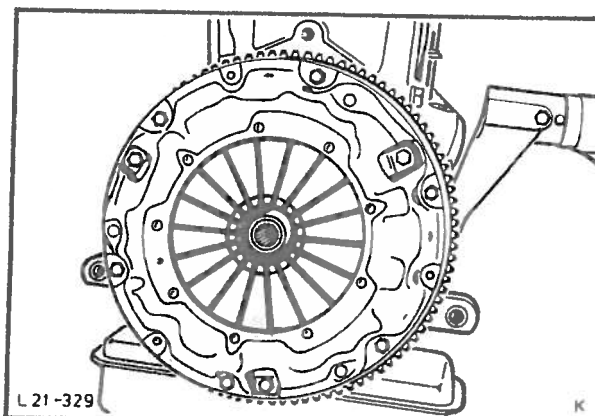

Fig. 47 Demontering av clutchens trykkplate.
17. Demonter clutchens trykkplate. (6 bolter) og lamellplaten, fig. 47. Skru deretter av svinghjulet.